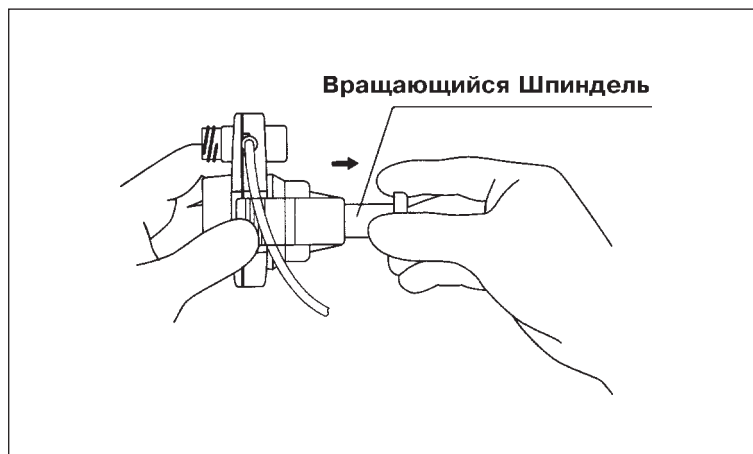

Рис. 6.10
1. Выдвиньте до упора Вращающийся Шпindelь (См. рис. 6.10)